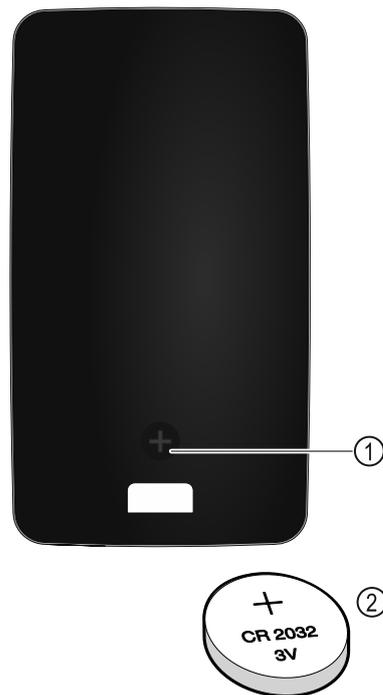

Fig. 141
El suministro eléctrico del mando a distancia se efectúa con una pila del tipo CR 2032 de 3 V Fig. 141 (2), a la venta en el comercio especializado.
- Desenroscar el tornillo Fig. 141 (1) de la parte trasera del mando a distancia.